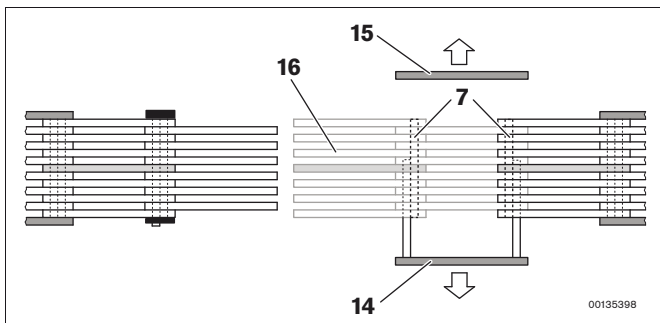

Рис. 12: Укоротить: удалить отдельные части
3. **Укоротить:** Удалите сварочную пластину (14), обе цапфы качения (7), одну пластину (15) и отрезок зубчатой цепи (16) (см. рис. 12).